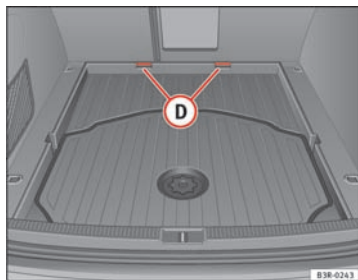

Fig. 125 Plancher de chargement agrandi
- Tirez le plancher de chargement complet hors des fixations **D** ⇒ fig. 125 vers l'arrière du véhicule.